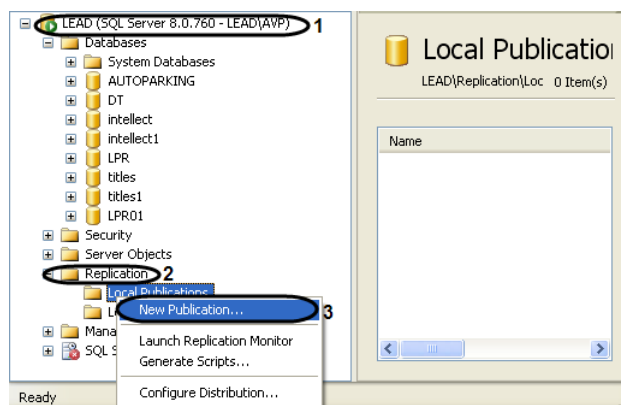

Рис. 11.2-1 Новая публикация
1. Подключиться к издателю в среде Microsoft SQL Server Management Studio, после чего раскрыть узел сервера (Рис. 11.2-1, 1).
2. Раскрыть папку «Replication», после чего щелкнуть правой кнопкой мыши по папке «Local Publications» (см. Рис. 11.2-1, 2).
3. В открывшемся контекстном меню выбрать пункт «New Publication» (см. Рис. 11.2-1, 3).
2. Раскрыть папку «Replication», после чего щелкнуть правой кнопкой мыши по папке «Local Subscriptions» (см. Рис. 11.2-1, 2).
3. В открывшемся контекстном меню выбрать пункт «New Subscriptions» (см. Рис. 11.2-1, 3).